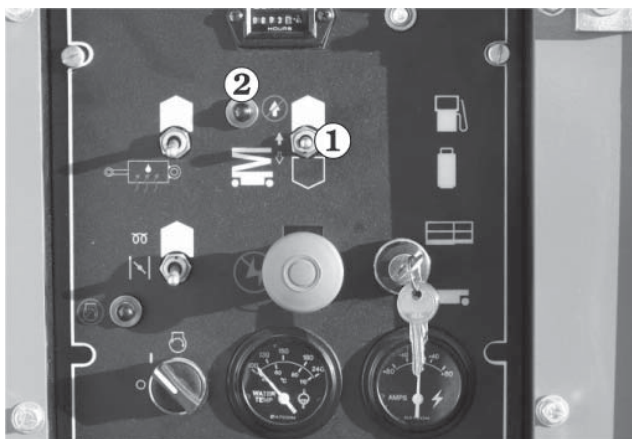

Abb. 8.9
2. Um die Plattform hochzufahren, den Schalter Plattform Heben/Senken ① nach oben drücken und halten (siehe Abb. 8.9).
3. Um die Plattform herunterzufahren, den Schalter Plattform Heben/Senken ① nach unten drücken und halten (siehe Abb. 8.9).